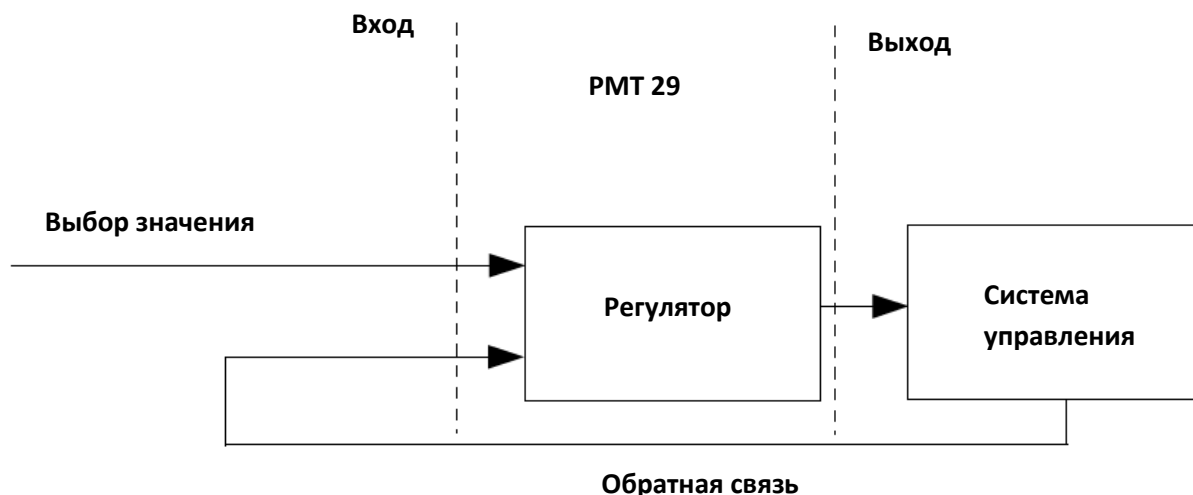

Рисунок 2.55
- «**Выбор значения**» – этот параметр позволяет пользователю выбрать логический канал с заданным значением (см. рисунок 2.55). «Выбор значения» определяет входные данные для процесса регулирования.
- «**Канал ОС**» – этот параметр позволяет пользователю выбрать канал с данными, которые возвращаются в регулятор из системы контроля (см. рисунок 2.55). Канал ОС определяет входные данные для управления процессом.